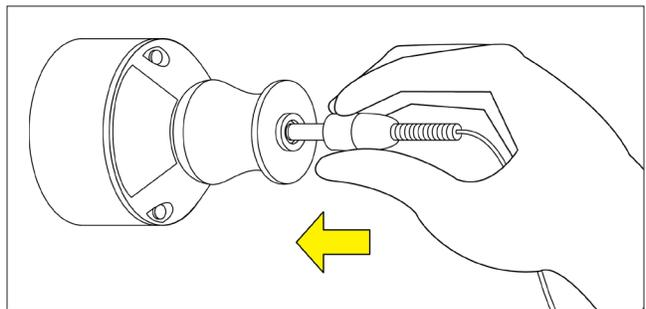

Figura 3. Insira o conector do adaptador CA.
- (a) Insira o conector do adaptador CA no módulo de potência. Ver Figura 3.